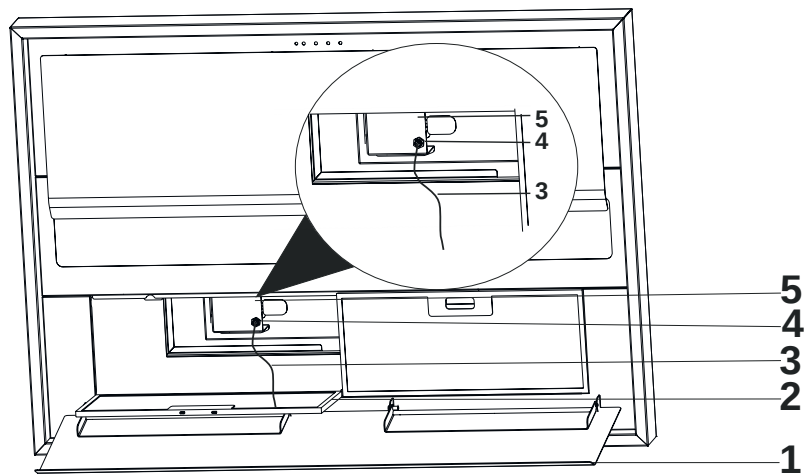

Fig. 13
7. ➤ Luta ut kantsugplattan genom att ta tag i hörnen och dra försiktigt i den (Fig. 13/1).
Ta bort fettfiltrena (Fig. 13/2) och dra stålvajrarna genom säkerhetslåsen uppifrån och ner (Fig. 13/5). Gör detta med alla de 4 medföljande stålvajrarna.